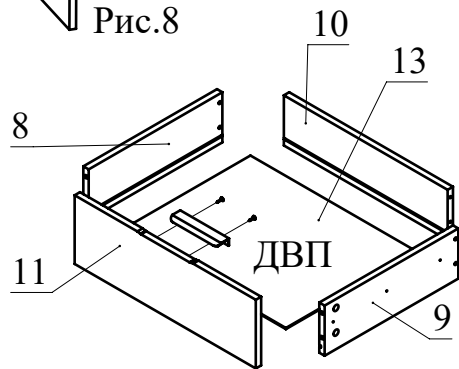

Рис.9
8. **Соберите ящик.** Для этого соедините детали 8 и 9 с деталью 10 при помощи конфирматов. Вставьте дно ящика 13 из ДВП в пазы деталей 8, 9, 10. Соедините фасад ящика 11 с полученной конструкцией и затяните головки минификсов. (Рис. 9). Прикрутите ручки профильные к фасадам при помощи шурупов 3,5х16. (Рис. 9).